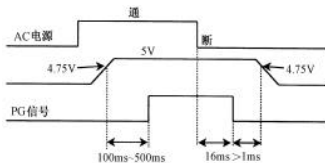

图 1-6 PG 信号产生时序
① Power Good 信号：该信号简称为 PG 信号。它是电源加电后向电脑主板发出的表明电源工作状态良好的信号。其时序关系如图 1-6 所示。
PG 信号的特点从图 1-6 中可看出，加电后当 +5 V 电源电压上升到 +4.75 V 时，延时 100ms 到 500ms，PG 信号变为高电平，允许电脑启动，开始正常工作。当市电消失时，首先经 16ms 的保持时间，然后比 +5 V 电源下降到临界电压 +4.75 V 的时间至少提前 1ms，PG 信号消失。该信号对加电时和掉电时保护软、硬磁盘十分关键。无 PG 信号，主机不具备运行条件，不能对磁盘进行任何操作，保证软、硬盘驱动器读写头在电压正常后，脱离盘面以后才能运转，避免划伤盘片。